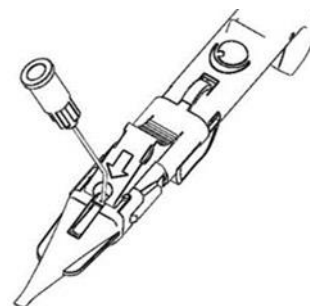

Рис. 6
8. Введите канюлю (23G или крупнее) шприца, наполненного вязкоэластичным материалом, в небольшое отверстие перед красным ограничителем. Введите вязкоэластичный материал через отверстие, как показано на рис. 6. Заполнения форсунки картриджа наполовину должно быть достаточно.